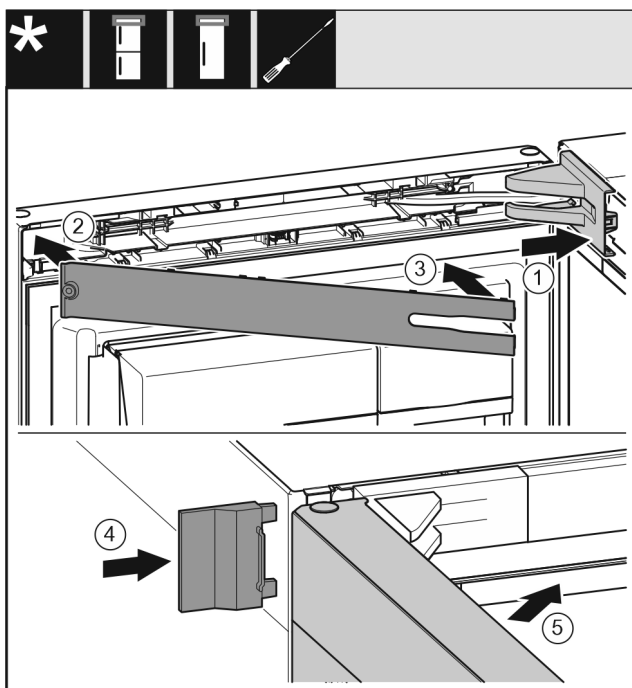

Fig. 25
- ▶ Applicare la copertura del blocco di supporto e innestarla, se necessario premere con cautela. Fig. 25 (1)
- ▶ Applicare il pannello. Fig. 25 (2)
- ▶ Ruotare verso l'interno il pannello e innestarlo. Fig. 25 (3)
- ▶ Spingere la copertura esterna. Fig. 25 (4)
- ▶ Chiudere la porta superiore. Fig. 25 (5)